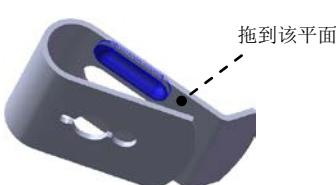

图 7.28 成形特征 1
Step7. 创建图7.28所示的成形特征1。
(1) 单击任务窗格中的“设计库”按钮 \square ，打开设计库对话框。
(2) 单击设计库对话框中的**ch07**节点，在设计库下部的列表框中选择“root_shaped_tool_01”文件，并拖动到图7.28所示的平面，在系统弹出的“成形工具特征”对话框中单击 \checkmark 按钮。